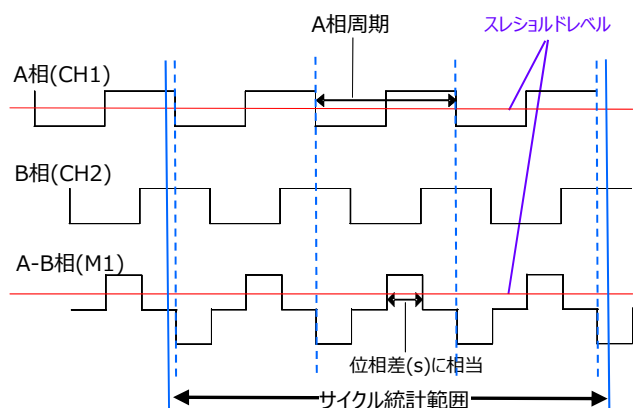

図8 スレシールドレベル、統計処理範囲の設定
- A-B相波形のスレシールドレベルを図8のように設定します。
- サイクル統計で使う周期をA相の周期に設定し、A相のスレシールドレベルと時間軸の範囲を図8のように設定します。